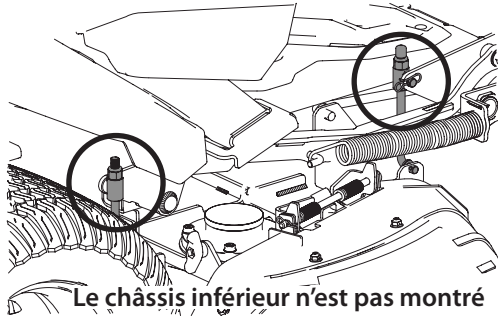

Figure 44
5. Les écrous de réglage sont sur les tiges de relevage du plateau de coupe de chaque côté de la tondeuse. Un écrou est placé sur chaque côté avant du plateau, entre la plateforme et le tube inférieur du châssis. Un écrou se trouve sur chaque côté arrière du plateau, près du devant de la roue arrière. Voir Figure 44.